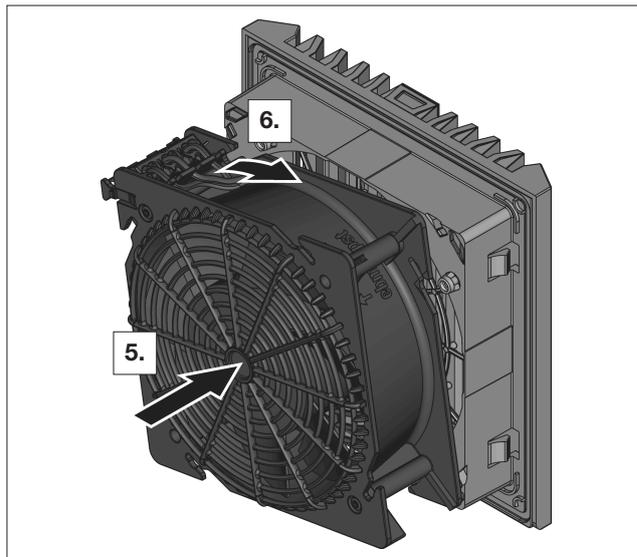

図14: バヨネットロックをロック
- ファンハウジングをフィルターケース上に戻してください(図14を参照)。